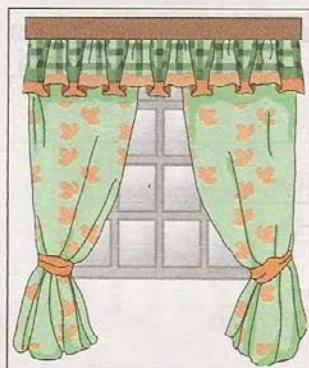

Рис. 116. Шторы, украшенные ламбрекеном
2. Рассмотри предложенные ниже варианты оформления окон (рис. 116, 117, 119). Выбери из них подходящий для тебя вариант. Можешь использовать и придуманный тобою.
Вариант 1 (см. рис. 116). Шторы с петлями-держателями, украшенные ламбрекеном. Петлю-держатель можно заменить шнурком, сшив его концы и прикрепив на необходимом уровне к «стене». Для ламбрекена возьми деталь длиной 12 см и шириной 2 см. Собери ламбрекен на ширину окна.